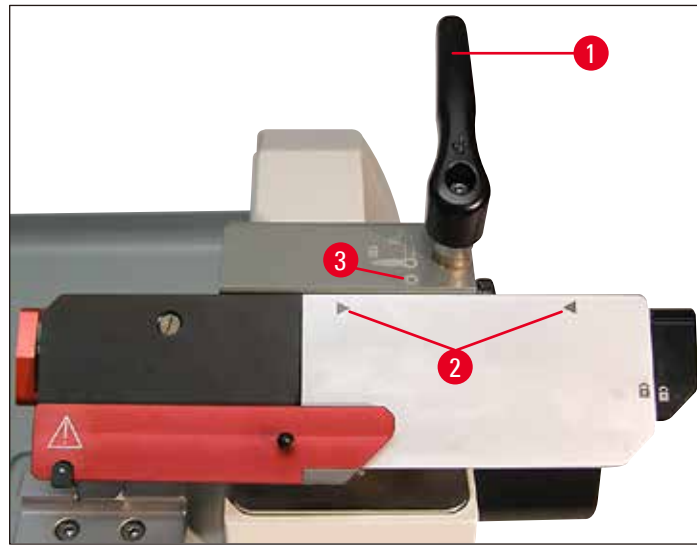

Fig. 20
- Le rail pour lames peut maintenant se déplacer latéralement (→ Fig. 20). Pour bloquer, tourner à nouveau le levier (→ Fig. 20-1) vers la gauche.